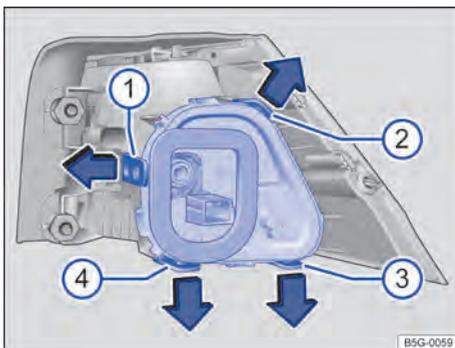

Fig. 226 Lanterna traseira na carroceria: desinstalar o suporte da lâmpada. Tiras de travamento ① bis ④.
7.	Para destravar o suporte da lâmpada, pressionar as tiras de travamento ⇒ Fig. 226 ① a ④ no sentido da seta.